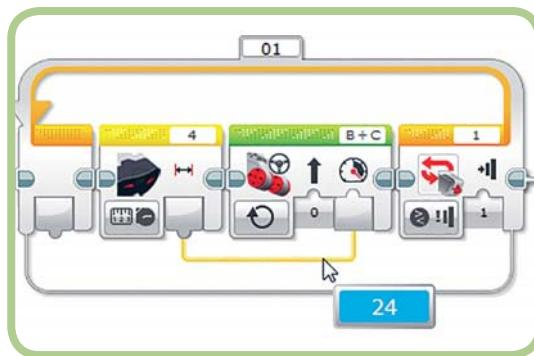

Рис. 8.10. Отображение значения в шине данных
- Во время выполнения программы ты можешь навести указатель мыши на шину данных, чтобы отобразить передаваемое ей значение, как показано на рис. 8.10. Если значения нет (например, если еще не запущен блок, который должен предоставить соответствующее значение), ты увидишь прочерк «---». Эта функция невероятно полезна при отладке программы, но она работает только тогда, когда модуль EV3 подключен к программному обеспечению, а программа запускается средой EV3 (а не с помощью кнопок модуля).